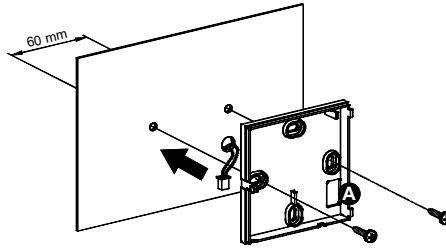

Fig. 5
**3** Décider du meilleur emplacement (voir paragraphe 'CONFIGURATION DU SYSTÈME RADIO'); puis fixer la base du thermostat sur le mur en installant les 2 vis dans les trous prévus à cet effet (interaxe 60mm) (utiliser les vis et/ou les chevilles en dotation). Faire passer les fils de la sonde à distance (si utilisée) dans l'ouverture rectangulaire (A de Fig. 5).